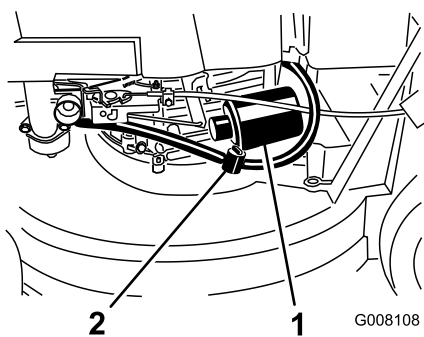

Figura 22
5. Coloque un trapo debajo del filtro de aceite para recoger cualquier aceite que se salga mientras retira el filtro (Figura 22).
3. Cierre la válvula de combustible (Figura 22)